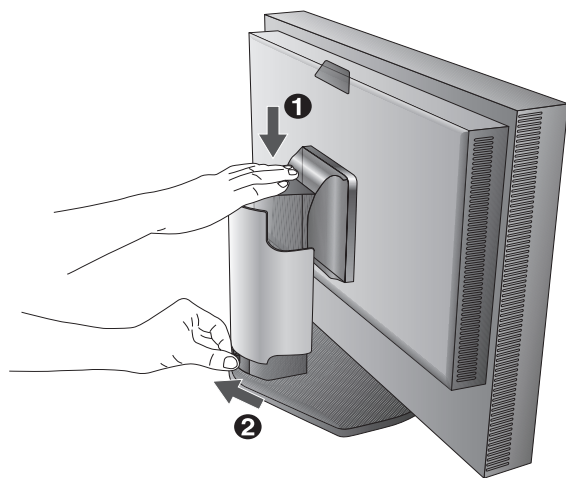

Figura B.1
3. La regolazione dell'altezza è bloccata da un pulsante di blocco. Mettere una mano sulla parte superiore del supporto del monitor e abbassare lo schermo fino alla posizione più bassa. Far scorrere il pulsante di blocco per sbloccare (**Figura B.1**).